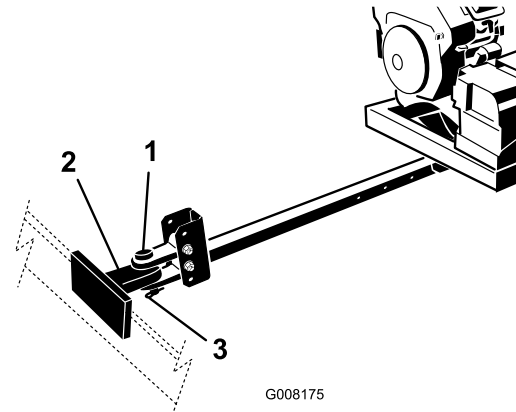

Figura 8
4. Collegate l'uncino dell'attacco di traino del soffiatore all'attacco di traino del veicolo trainante con il perno e l'uncino di traino (Figura 8).